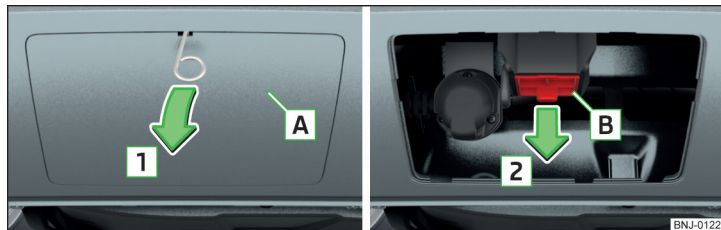

Рис. 154 Зняття ковпачка: на задньому бампері/для отвору кріплення
- Зніміть ковпачок для отвору кріплення **A** в напрямку стрілки **1** » Рис. 154 за допомогою скоби для знімання колісних ковпачків.
- Вставте ковпачок **B** » Рис. 154 на стор. 126 проти напрямку стрілки **2**.
- Ковпачок **A** » Рис. 154 на стор. 126 з'єднайте з «гачком» в нижній частині бампера.